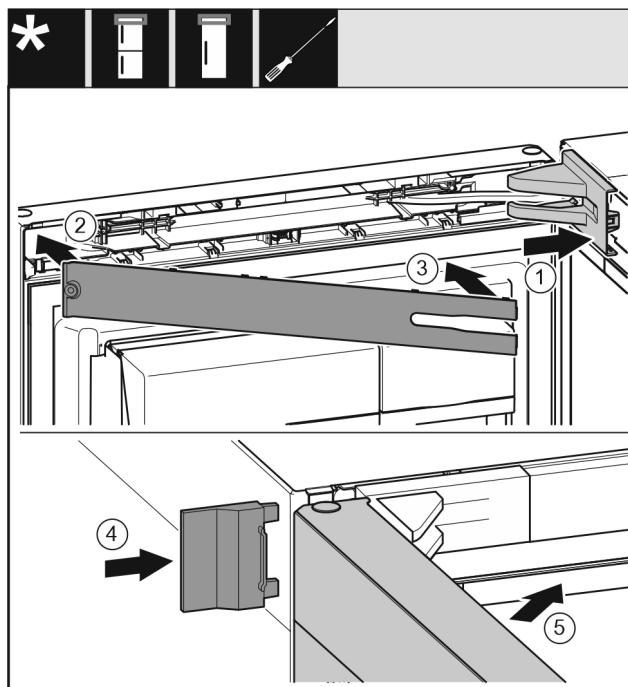

Fig. 31
- Coloque la cubierta del soporte del cojinete Fig. 31 (1) y encájela en su sitio, separándola con cuidado si es necesario.
- Coloque la tapa ciega Fig. 31 (2).
- Tapa ciega Fig. 31 (3)
- Coloque por deslizamiento la cubierta exterior Fig. 31 (4).
- Cierre la puerta superior Fig. 31 (5).